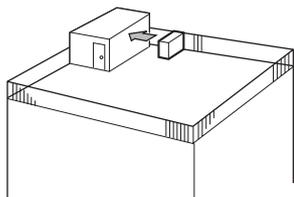

Fig. 2-16
- ① Posizionare la bocca di uscita dell'aria verso la parete più vicina, mantenendola a circa 50 cm di distanza dalla parete. (Fig. 2-16)